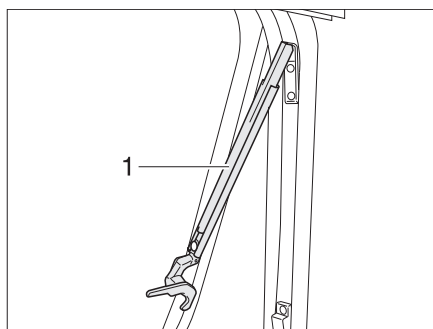

Fig. 77 Finestra apribile con deflettori automatici, aperta
- Aprire la finestra apribile fino al punto di arresto desiderato. Il deflettore automatico (Fig. 77,1) si innesta automaticamente in posizione.